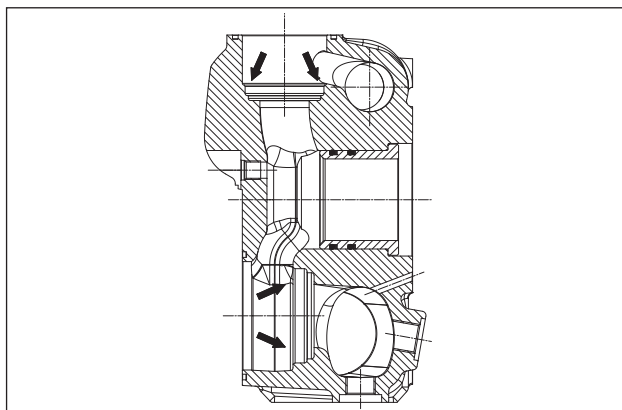

Fig. 149
Prima di riposizionare i gruppi valvola pulire ed asciugare perfettamente i relativi alloggiamenti nella testata indicati dalle frecce (pos. ①, Fig. 149).